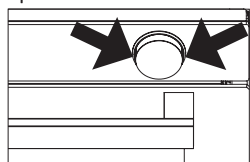
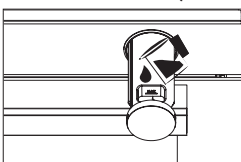
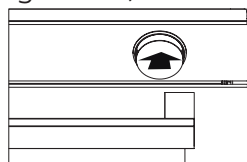
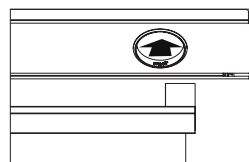

Figure 17
Figure 18
Figure 19
Figure 20
1. Retirez le réservoir d'eau en le tirant aux endroits indiqués par la flèche. Remplissez le réservoir d'eau (Voir figure 17) et faites-le glisser dans le sens de la flèche jusqu'à la position de départ pour le mettre en place (Voir figure 18), (Voir figure 19). Après 10 minutes de préchauffage, faites glisser le réservoir d'eau dans le sens de la flèche jusqu'à ce que vous entendiez un «clac» (Voir figure 20).